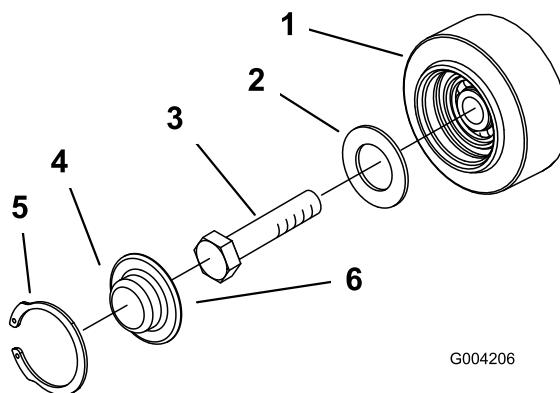

Figura 50
| 3. Retire la anilla a presión y el tapón de una de las ruedas de rodaje (Figura 50). |   |
4. Compruebe la grasa que hay debajo del tapón y alrededor de la junta (Figura 50). Si está sucia, tiene arenilla o queda poca grasa, elimine toda la grasa, cambie la junta, y añada grasa nueva.